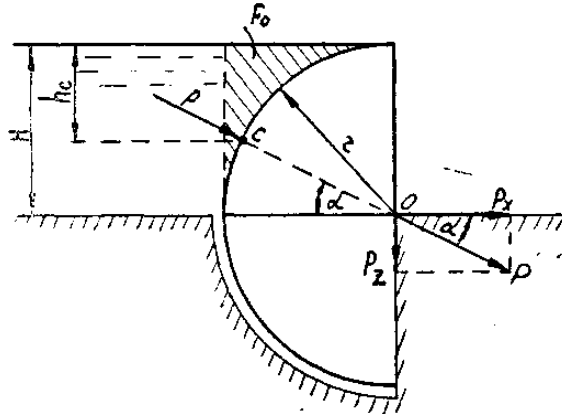

Рис. 15.
**Завдання 15.** Визначити силу гідростатичного тиску води на квадрантний затвор (рис. 15) і глибину занурення центру тиску.